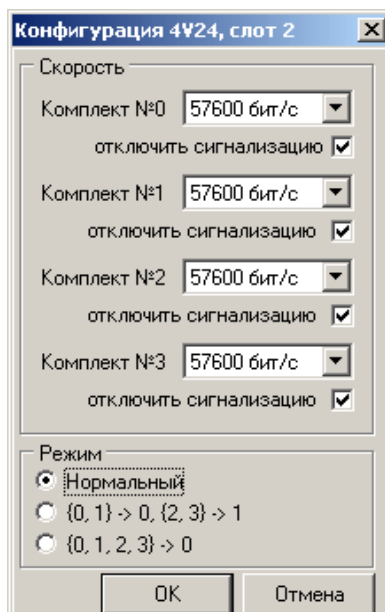

Рисунок 9
- щелкнуть правой кнопкой мыши на изображении нужной платы 4V24 и выбрать из контекстного меню пункт «конфигурация платы», после чего появится окно конфигурации платы 4V24 (рис. 9);